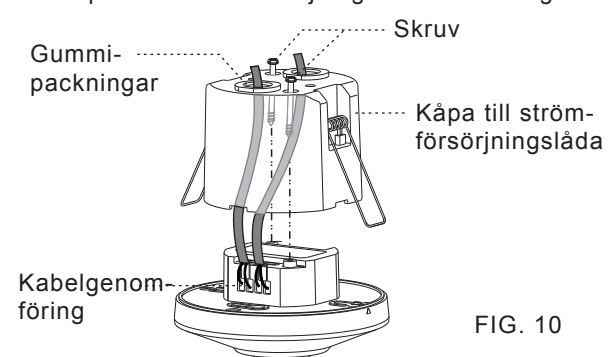

FIG. 10
- 3.4.2.2 Använd en skruvmejsel för att bryta gummitätningen på strömförsörjningslådans kåpa och mata igenom kablarna (se fig. 10).